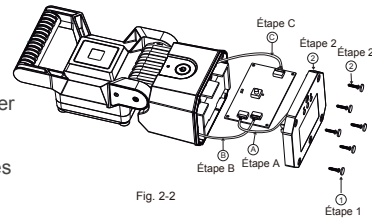

Fig. 2-2
- Retirez les six patins en caoutchouc du couvercle du boîtier. (Reportez-vous à la fig. 2-2, étape 1)
- Retirez six vis et ensuite le couvercle du boîtier. (Reportez-vous à la fig. 2-2, étape 2)
- Débranchez la connexion de la batterie (reportez-vous à la fig. 2-2, étape B) et enlevez complètement la batterie(fig. 2-3).